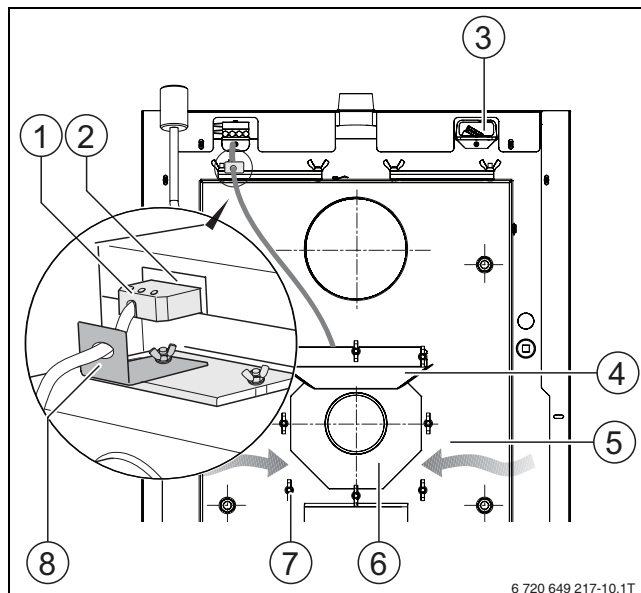

Fig. 29 Instalarea suflantei pentru gaze arse
Suflanta pentru gaze arse (→ Fig. 29, [6], pagina 29) se află în partea din spate a cazanului pe peretele din spate al colectorului de gaze arse (→ Fig. 29, [5], pagina 29) și este fixată cu piulițe fluturate (→ Fig. 29, [7], pagina 29).
- ▶ Scoateți ștecărul de racordare a suflantei (→ Fig. 29, [2]) din soclu (→ Fig. 29, [1]).
- ▶ Desprindeți suportul pentru cablu (→ Fig. 29, [8]) de pe gura de vizitare pentru verificare.
- ▶ Desprindeți piulițele fluturate (→ Fig. 29, [7]) și tabla de protecție (→ Fig. 29, [4]).